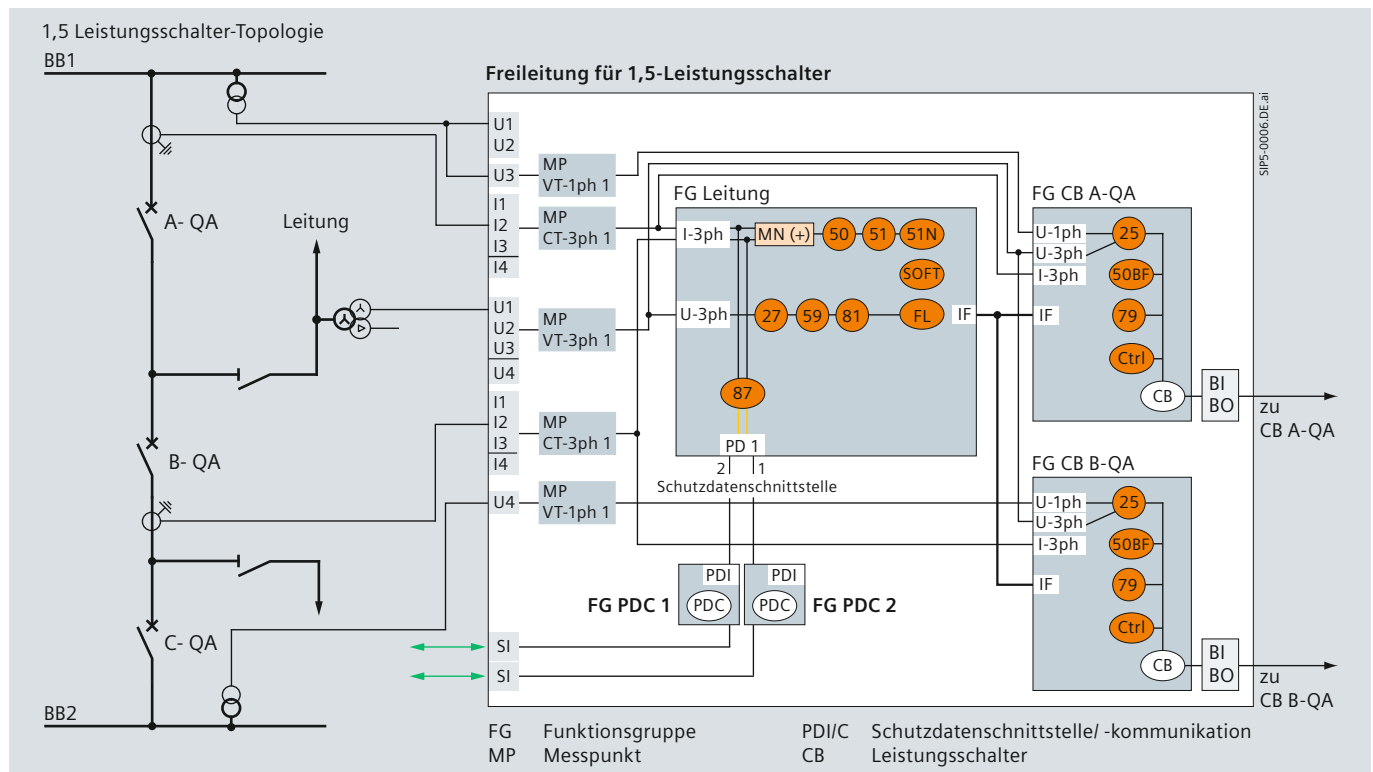

Bild 3.3 Anlagenkonfiguration mit Applikationsvorlage für Eineinhalb-Leistungsschalter-Anwendungen
Im Bild 3.3 erkennen Sie am Beispiel einer Anlagenkonfiguration mit der Eineinhalb-Leistungsschalter-Anwendung, dass in einer Applikationsvorlage Funktionen in Funktionsgruppen (FG) zusammengefasst sind. Die Funktionsgruppen (FG) entsprechen den Primärkomponenten (Schutzobjekt Leitung; Schaltgerät Leistungsschalter) und erleichtern daher den direkten Bezug zur realen Anlage. Wenn beispielsweise Ihre Schaltanlage 2 Leistungsschalter besitzt, dann wird dies auch durch 2 Funktionsgruppen „Leistungsschalter“ repräsentiert – ein Abbild Ihrer realen Anlage.
SIPROTEC 5 umfasst alle Steuer- und Überwachungsfunktionen auf Feldebene, die zum effizienten Betrieb der Schaltanlagen erforderlich sind. Die bereitgestellten Applikationsvorlagen bieten die komplette Funktionalität, die Sie für Ihre Anwendung brauchen. Schutz- und Steuerfunktionen greifen auf die gleichen logischen Elemente zu. In Bild 3.3 (Applikationsvorlagen Eineinhalb-Leistungsschalter) ist dies beispielsweise an der Funktionsgruppe Leistungsschalter (z. B. FG CB A-QA) erkennbar. Aus Schaltgerätesicht werden Schutz und Steuerung gleichwertig behandelt.